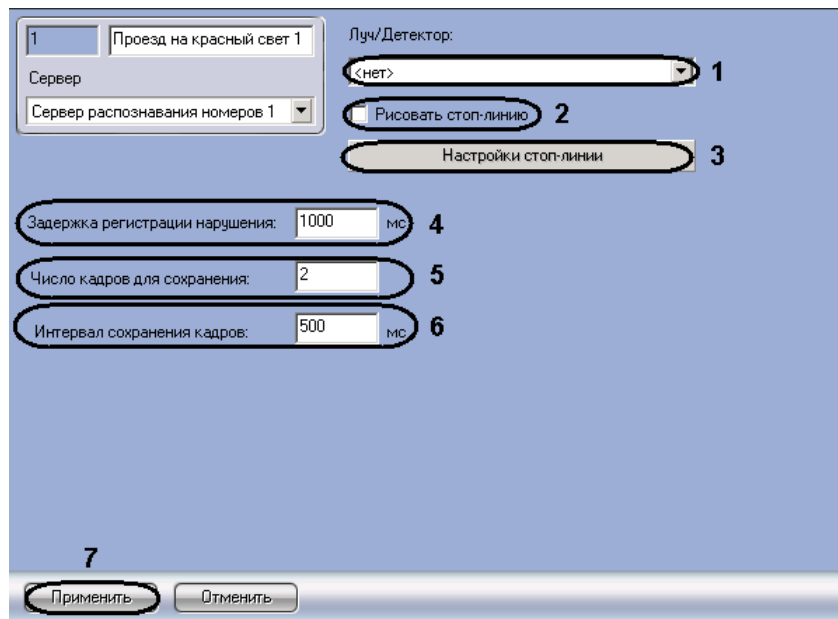

Рис. 7.2—31 Настройка программного модуля «Проезд на красный свет»
2. Из раскрывающегося списка «Луч/Детектор» выбрать объект («Луч» или «Детектор светофора»), по сигналу которого определяется свет светофора (см. Рис. 7.2—31, 1).